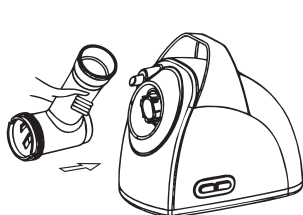
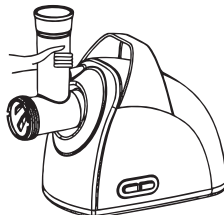

Рис.1
Рис.2
7.1.1 Удерживая кнопку фиксатора горловины, плотно вставьте горловину в гнездо для её установки (рис.1), затем поверните горловину против часовой стрелки, как указано на рис. 2, до фиксации. Отпустите кнопку фиксатора, убедитесь в надежной фиксации горловины.